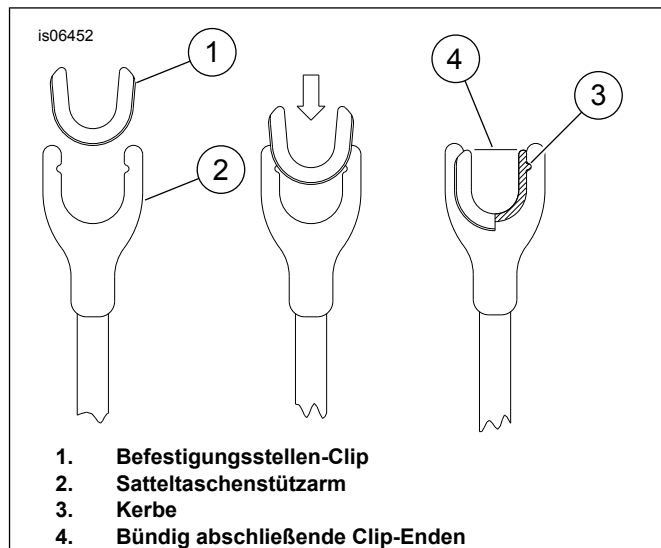

Abbildung 2. Einbau eines Befestigungsstellen-U-Clips
2. Siehe Abbildung 2. Die U-förmigen Befestigungsstellen-Clips (1) an den geschlitzten Enden der Satteltaschen-Stützarme (2) befestigen. Die Clips müssen komplett in die Stützarmöffnungen eingesetzt werden, um über die Befestigungsstellen-Gabelköpfe zu passen.
3. Darauf achten, dass die Rippen an den Befestigungsstellen-Clips vollständig in die Rillen (3) der Stützarme eingreifen, und dass beide Enden der Befestigungsstellen-Clips etwa bündig mit den Fingern der Stützarme (4) abschließen. Möglicherweise bedarf es mehrerer Versuche, die Clips zu positionieren. **WENN** ein Clip nicht ganz in seine Sollstellung eingreift, kann eine Zange zu Hilfe genommen werden, um die Rippen in die Rillen zu drücken, wobei jedoch die Oberflächen des Clips und der Halterung nicht beschädigt werden dürfen.